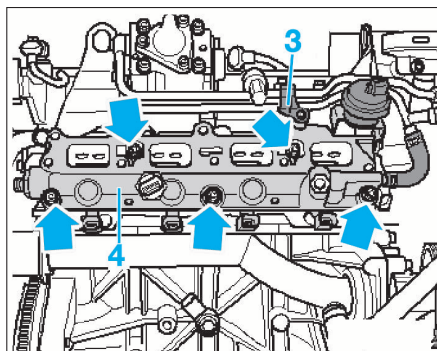

FIG. 42
- Mettre de côté le support de conduite de carburant (3) (Fig.42).
- Déposer les vis de fixation (flèches) du collecteur inférieur d'admission (4) (Fig.42).